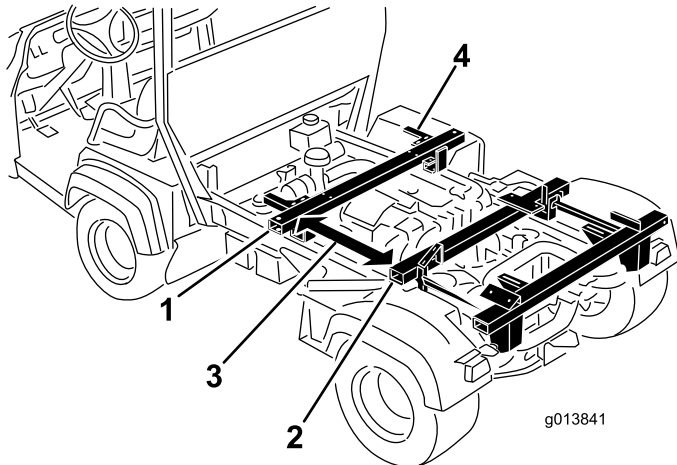

図 7
1. 前クロス部材用の L 字ブラケット2個を車両前方の部位に配置する 図 7。
2. 中央クロス部材から 76 cm 前方の位置に、前クロス部材を配置する 図 7。